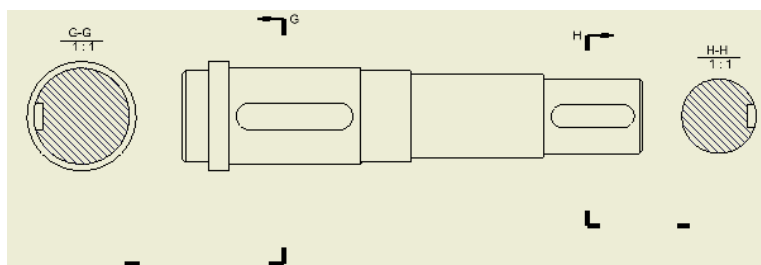

图 12-16 创建两个剖视图
③ 由于传动轴上有两个键槽，所以还需要为另外一个键槽创建剖视图，创建方法与第一个键槽的剖视图创建方法类似，两个剖视图都创建完毕的完整视图如图12-16所示。